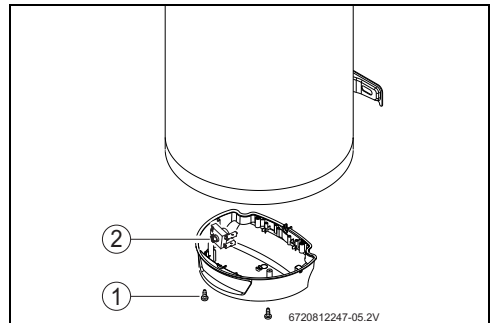

Fig. 14 Botón de rearme
- ▶ Aflojar la tuerca de fijación de la brida y retirar (Fig. 14, [1]).
- ▶ Presionar completamente el botón de rearme (Fig. 14).